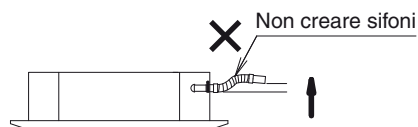

Fig. 3-10
- Non creare sifoni lungo il tubo flessibile di scarico. In caso contrario si potrebbero infatti generare rumori anomali. (Fig. 3-10)